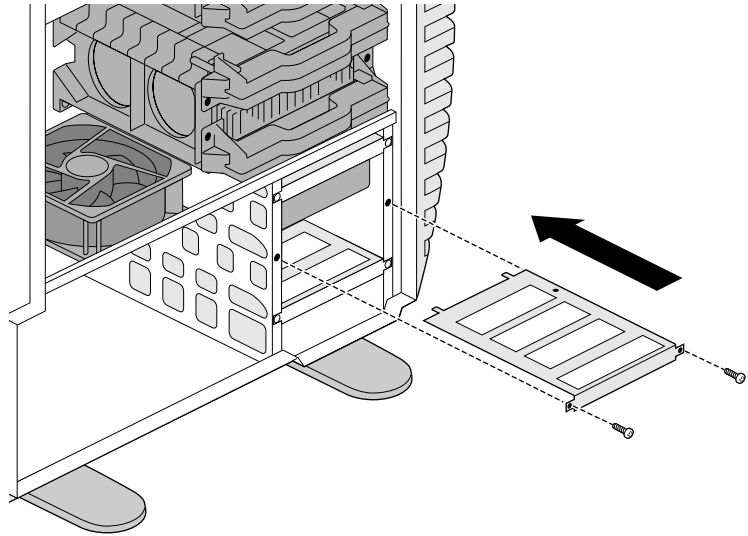

図 4-20 ドライブブラケットの取り付け
- ドライブを取り付けず、単にドライブブラケットを戻す場合は、空のドライブベイにドライブブラケットを挿入します (図 4-20)。